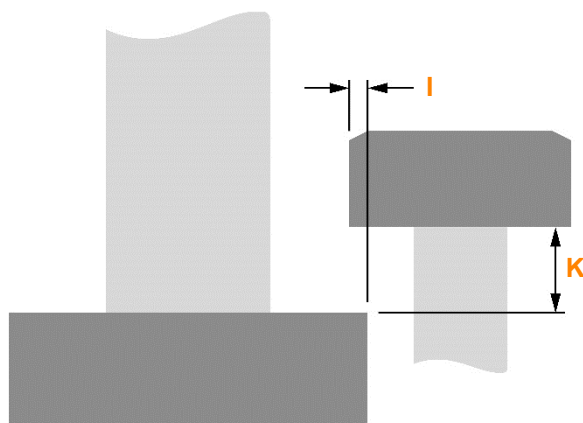

図 3.2 引数 I および K
- li = スタイラスの下面をキャリブレーションする際に、スタイラスの下方を径方向に移動する距離 (図 3.2 参照)
- Kk = スタイラスの下面をキャリブレーションする際の、スタイラス下方のクリアランス距離 (図 3.2 参照)